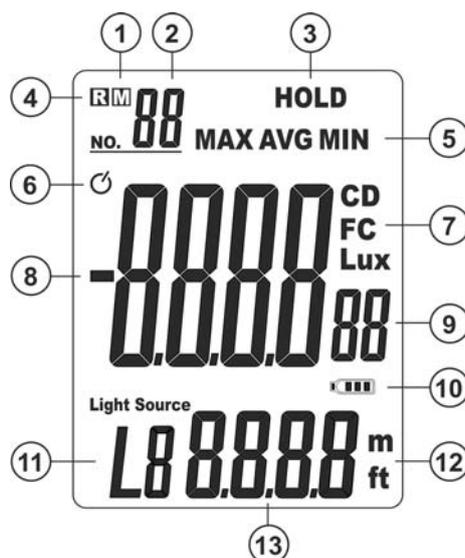

Fig. 2: Descripción del display
- Pulse la tecla **MEM/READ** para guardar en memoria el dato presente en el visualizador. La indicación de la posición de memoria (max 99 posiciones) y el símbolo "M" (ver Fig. 2 – partes 1 y 2) son mostradas instantáneamente en la parte superior izquierda del visualizador.